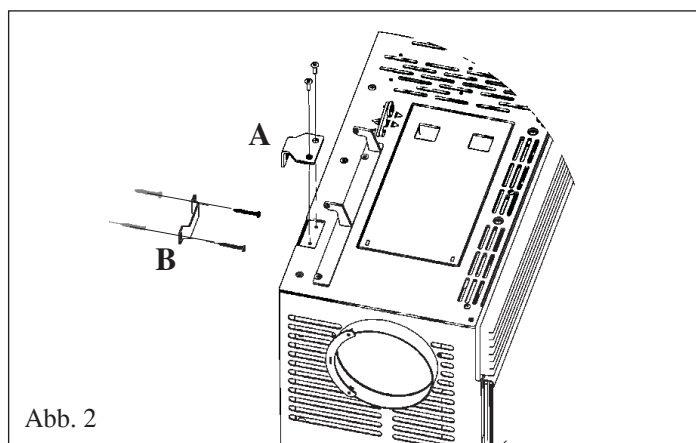

Abb. 2
- Den Ofen an der festgelegten Stelle aufstellen und mit den im Lieferumfang enthaltenen Winkeln (A) und Bügeln (B) an der Wand befestigen oder alternative Systeme verwenden, die die Stabilität des Ofens gewährleisten (Abb. 2).